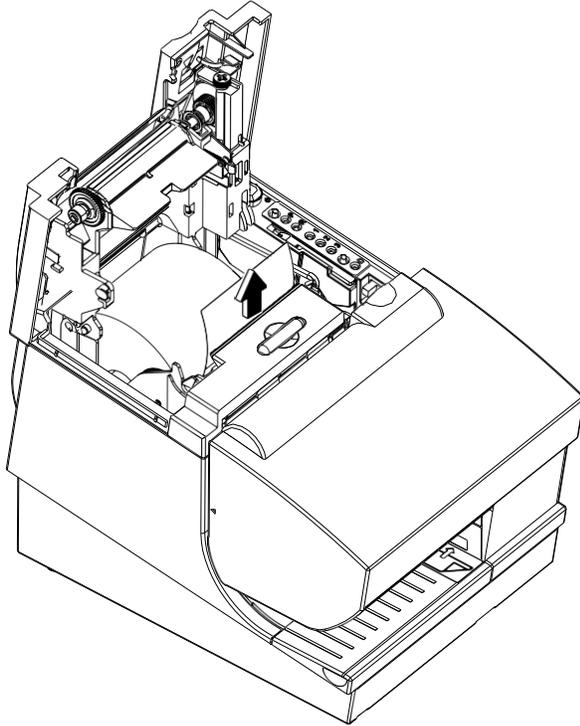

Figure 20. Mise en place du rouleau de papier
3. Placez le rouleau de papier dans le réceptacle en déroulant l'amorce du papier à partir du bas du rouleau, comme l'indique la Figure 20.